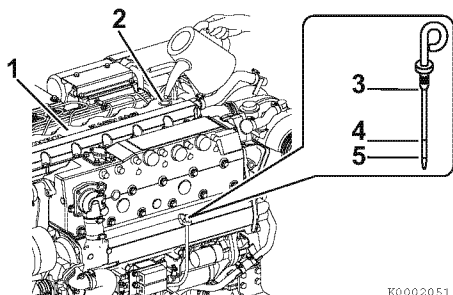

Figura 5
2. Retire a vareta (3, **Figura 5**) e limpe com um pano limpo.
4. Retire a vareta. O nível do óleo deverá estar entre as linhas superior (4, **Figura 5**) e inferior (5, **Figura 5**) na vareta.
1. Retire a tampa amarela do bujão de enchimento de óleo (2, **Figura 5**) na parte de cima da tampa das válvulas (1, **Figura 5**) e encha com óleo do motor.
2. Encha de óleo de motor até ao limite superior (4, **Figura 5**) na vareta (3, **Figura 5**). Insira a vareta completamente para verificar o nível.
- “Cheio” significa a quantidade de óleo no limite superior (4, **Figura 5**) da vareta.
- “Efectivo” significa a diferença entre a quantidade do óleo no limite superior e no limite inferior (5, **Figura 5**).
3. Aperte manualmente a tampa do bujão de enchimento (2, **Figura 5**) de forma segura.